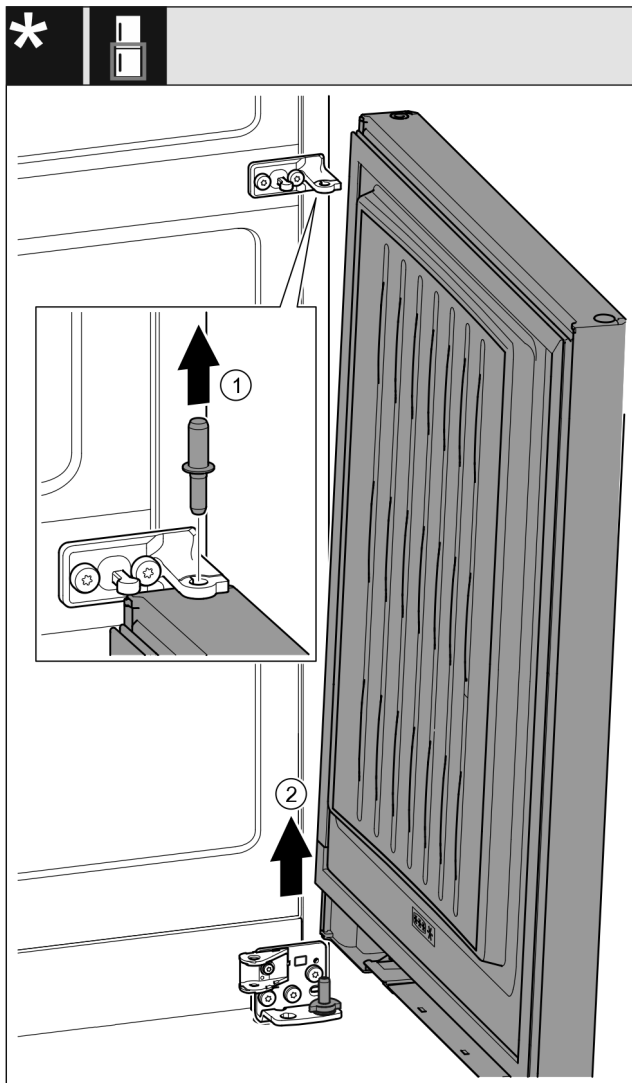

Fig. 30 С амортизатором закрывания двери*
- ▶ Извлеките палец Fig. 30 (1) движением вверх.*
- ▶ Отведите дверь Fig. 30 (2) в сторону, потяните вверх и оставьте ее.*